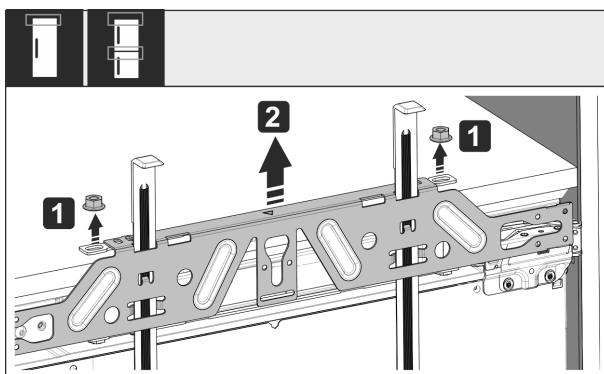

Fig. 52
- ▶ Kontermuttern Fig. 52 (1) lösen.
- ▶ Befestigungstraverse Fig. 52 (2) abnehmen.